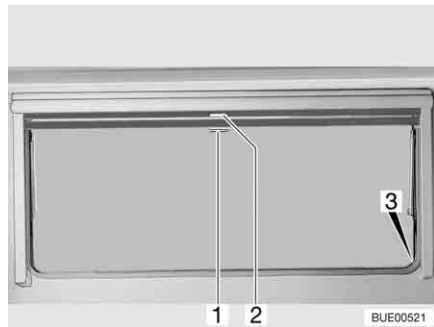

Bild 61 Överkantshängda fönster
- Drag ned mörklägningsrullgardinen med handtaget (Bild 61,2). När mörklägningsrullgardinen dras ned helt fäster man det man i spärrarna (Bild 61,3) på båda sidorna på fönsterkarmen.
- När mörklägningsrullgardinen är helt neddragen: Tryck ned handtaget (Bild 61,2) och drag det något inåt. Nu kan man ta loss mörklägningsrullgardinen ur spärrarna på båda sidorna av fönsterkarmen.
- När mörklägningsrullgardinen inte är helt neddragen: Drag handtaget (Bild 61,2) lätt nedåt tills spärren släpper.
- Drag ner insektsnätet med handtaget (Bild 61,1) och fäst det i spärrarna (Bild 61,3) på båda sidorna av fönsterkarmen.
- Tryck ned handtaget (Bild 61,1) och drag det något inåt. Lossa insektsnätet ur spärrarna på båda sidorna av fönsterkarmen.